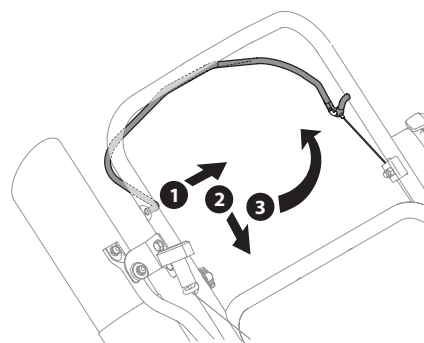

Figure 19
1. Poussez le côté droit du levier de contrôle hors du trou droit sur le guidon supérieur. Voir Figure 19 (1).
2. Faites tourner le levier de contrôle vers le guidon inférieur. Voir Figure 19 (2).
3. Ensuite, faites tourner le levier de contrôle vers le haut afin de le retirer du trou gauche sur le guidon supérieur. Voir Figure 19 (3).